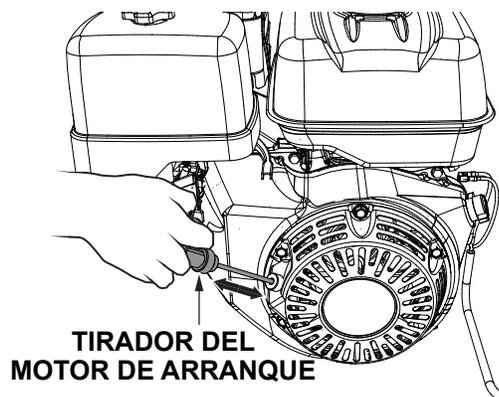

Figura 17. Tirador del motor de arranque
6. Agarra el asa del motor de arranque (Figura 17) y tire de ella lentamente. La resistencia se hace más dura en cierta posición, correspondiente al punto de compresión. Rebobine la cuerda un poco desde ese punto y tire fuertemente hacia afuera.